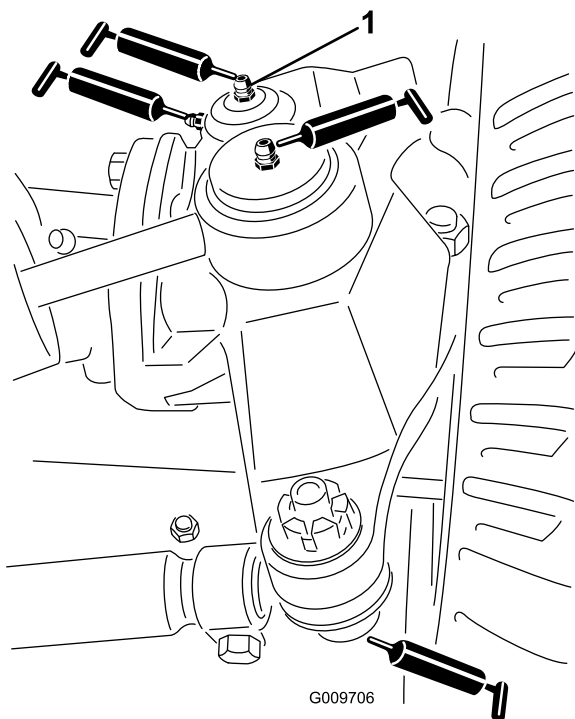

图 43
- 转向油缸球窝接头2个如图43所示
- 横拉杆球窝接头2个如图43所示
- 主销轴套2个如图43所示